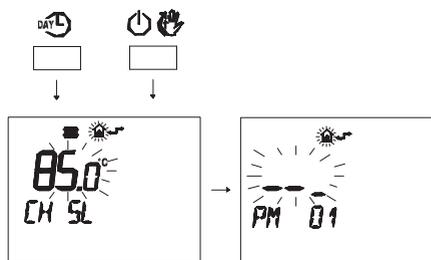

Figura 5.64
- Premere contemporaneamente i pulsanti **DAY** e **IP** per entrare nella programmazione trasparente (Figura 5.64).